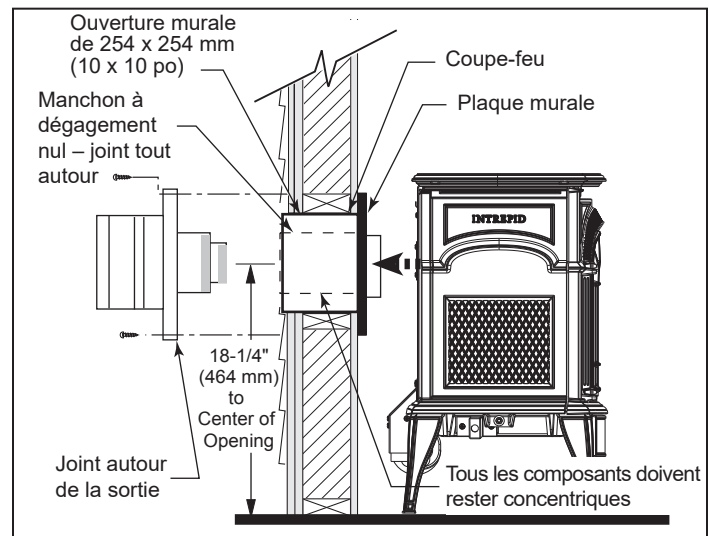

Figure 3.21 – Installation minimale horizontale de la ventilation arrière de l'Intrepid.
- Installez la sortie de ventilation (figure 3.21). Insérez les collets intérieur et extérieur de la sortie de ventilation dans les conduits adjacents. Assurez-vous que les conduits de ventilation chevauchent les collets par 51 mm (2 po). Fixez la sortie au mur extérieur avec les vis fournies et appliquez du scellant résistant aux intempéries au joint.